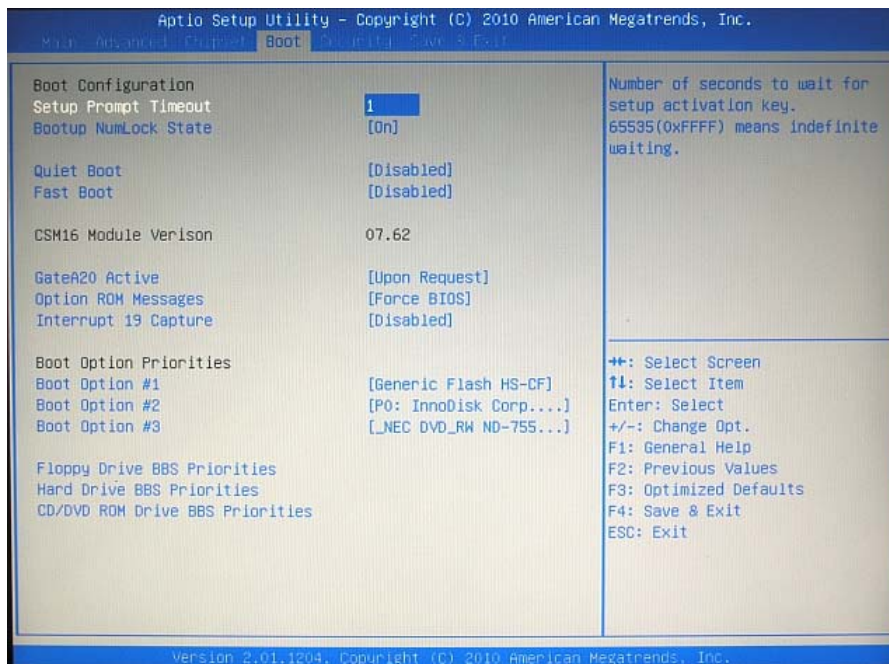

図 6-1-1. BIOS 設定 Boot メニュー
- ① LAN ケーブルが接続されている場合は、LAN ケーブルを取り外してください。
- ② USB メモリ、SD カードなどのストレージメディアが接続されている場合は、ストレージメディアを取り外してください。また、サブストレージ (mSATA2) が接続されている場合は、サブストレージを取り外してください。
- ③ USB-DVD ドライブにリカバリ DVD を入れ AP7 シリーズ本体に接続します。
- ④ USB キーボードを接続します。
- ⑤ 電源を入れます。BIOS 起動画面が表示されたところで [DEL] キーを押し、BIOS 設定画面を表示させます。
- ⑥ BIOS 設定画面が表示されたら、[Boot] メニューを選択します。(図 6-1-1)